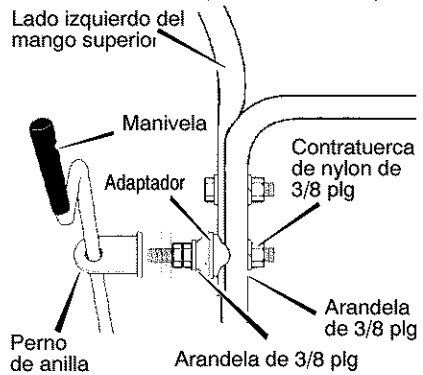

Figura 61
4. Retire los sujetadores y el perno de anilla de los agujeros inferiores del mango inferior. Vea la Figura 61.